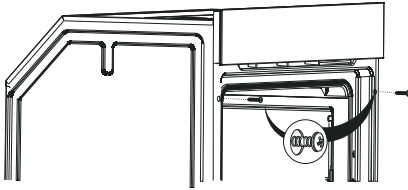

Fig. 6
- Надежно прикрутите прибор.(Рис. 6)